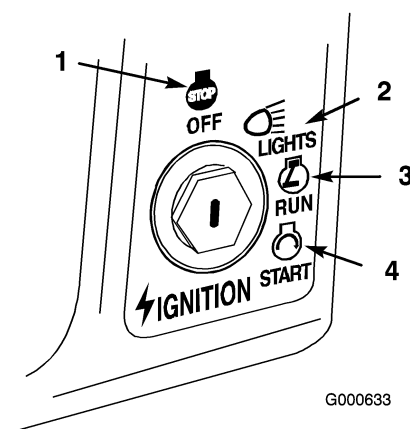

Figura 16
6. Girate la chiave di accensione e tenetela in posizione Start (Figura 16). Rilasciatela quando il motore si accende.
3. Girate la chiave di accensione in posizione Off (Figura 16).